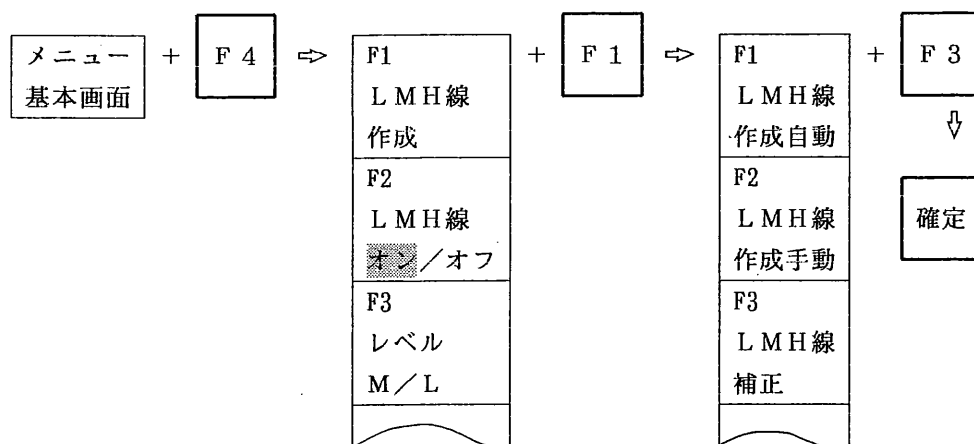

図 9.3.7 LMH 線の手動補正モード設定方法
- ① メニューエリアにメニュー基本画面が表示されている状態で選択キー「F4」を1回押します。図 9.3.7 の選択メニューが表示されます。